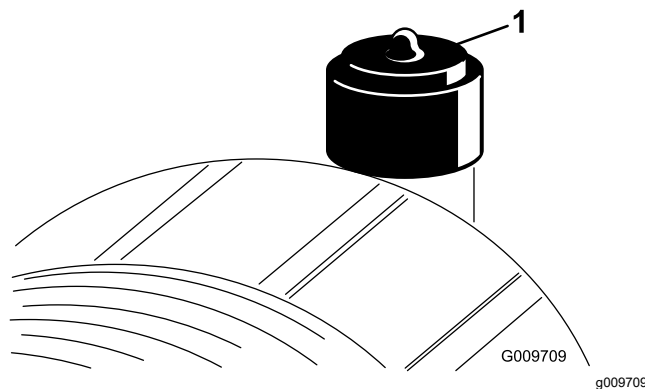

Figura 51
Effettuate la manutenzione del filtro dell'aria quando l'indicatore (Figura 51) lo richiede. Sostituendo il filtro dell'aria prima del necessario si aumenta il rischio che la morchia penetri nel motore quando si toglie il filtro.
9. Se la spia (Figura 51) è rossa, resettatela.